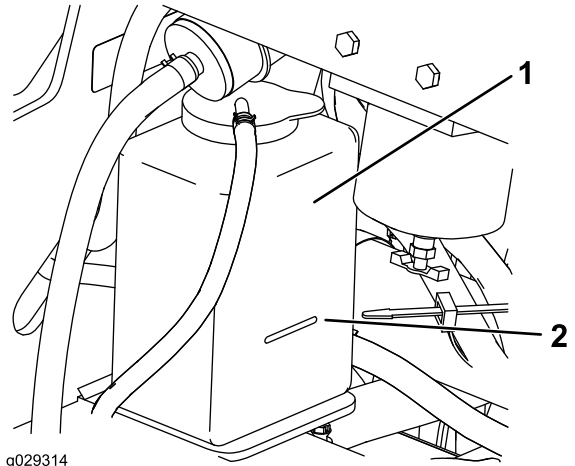

Figura 68
3. Controllate il livello del refrigerante nel serbatoio di espansione (Figura 68).